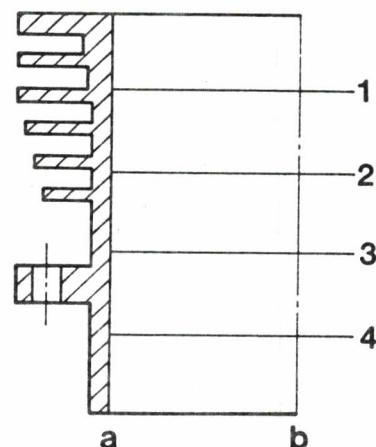

Bild 4 Zylinder-Meßpunkte
Meßwerte für die Meßpunkte gemäß Bild 4 ermitteln und mit Toleranztabelle Kolben/Zylinder in 4.1.2.1(1) vergleichen. Als Meßpunkte dienen jeweils vier Punkte in Kurbelwellenlängsrichtung (a) und vier Punkte quer zur Kurbelwellenlängsrichtung (b).